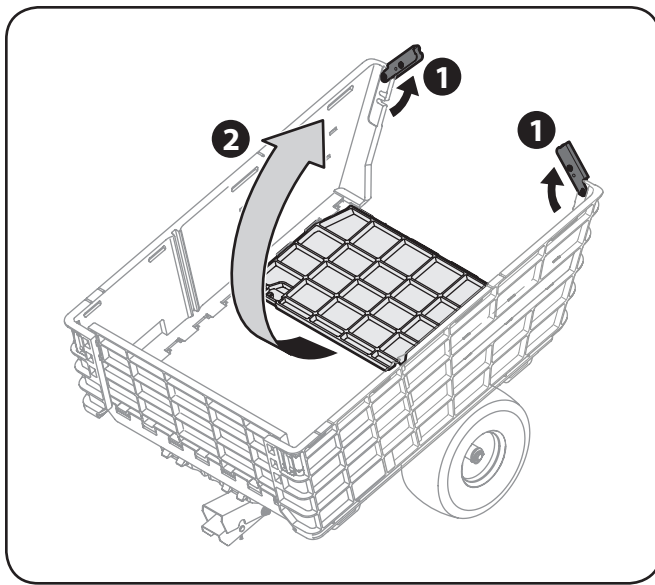

Figura 3-7
- Levante los sujetadores de la puerta trasera y luego eleve la puerta trasera en su lugar. Consulte la Figura 3-7.